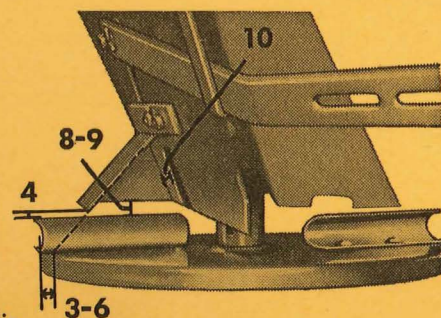

Abb. 11
- Anschraubmaße der Tasche kontrollieren (siehe Abb. 11).
- Anschraubmaße der Tasche kontrollieren! (siehe Abb. 11).